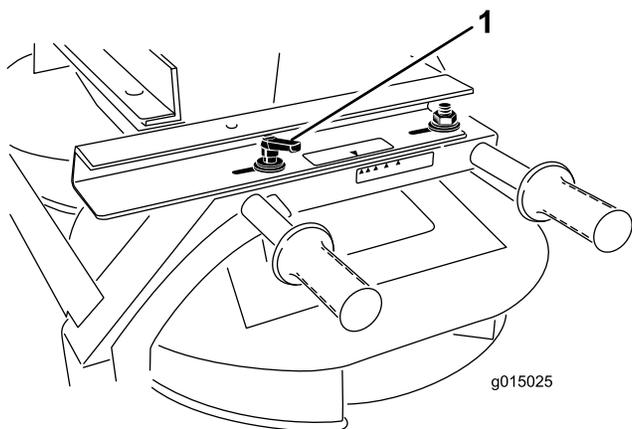

Рисунок 43
1. Ослабьте рукоятку с каждой стороны двухдискового центробежного разбрасывателя (Рисунок 43).